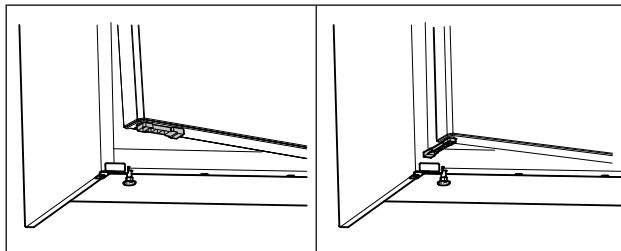

Fig. 63\*
- ▶ Türöffnungsbegrenzer um 90° drehen. (siehe Fig. 63)\*